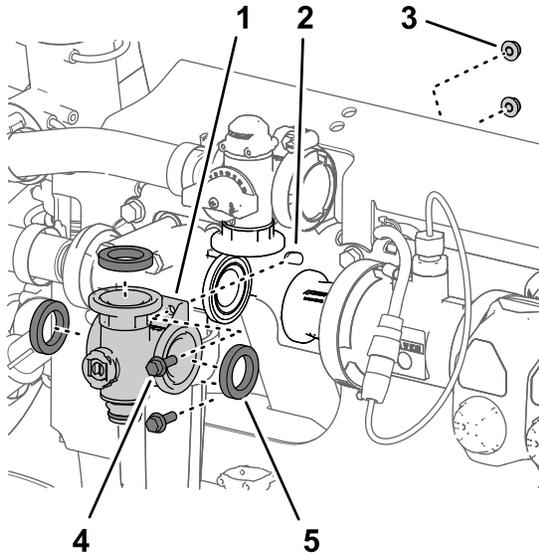

Figura 107
3. Retire los 2 pernos con arandela prensada (1/4" x 3/4") y las 2 contratuercas prensadas (1/4") que sujetan el distribuidor de la válvula de agitación al soporte de la válvula (Figura 107).
4. Retire el distribuidor de la válvula de agitación y las juntas de la máquina (Figura 107).